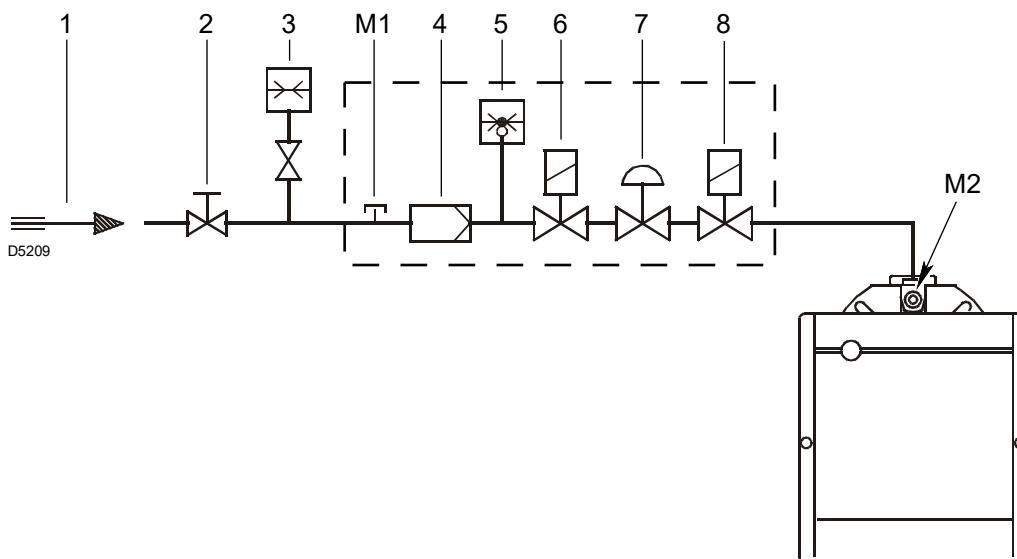

Fig. 16
Tegnforklaring (Fig. 16)
Gasstrykk målt ved kontakten M2) (Fig. 16), med:
- trekk fra trykket til gassen ved kontakten M2) (Fig. 16) trykket i forbrenningskammeret.
Trykk til gassen ved kontakten M2) (Fig. 16) = 10 mbar
For derimot å kjenne gasstrykket som er nødvendig ved kontakten M2) (Fig. 16), for gitt maksimal effekt for modulering som en ønsker brenneren skal arbeide med: